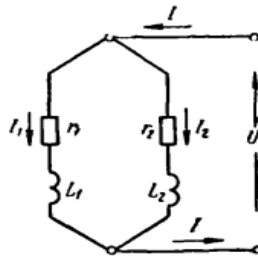

Рис.11. Схема електричного ланцюга
14. Для ланцюга, що показаної на рис.11, дано: $r_1 = 4$ ом; $L_1 = 0.01$ гн; $r_2 = 3$ Ом;